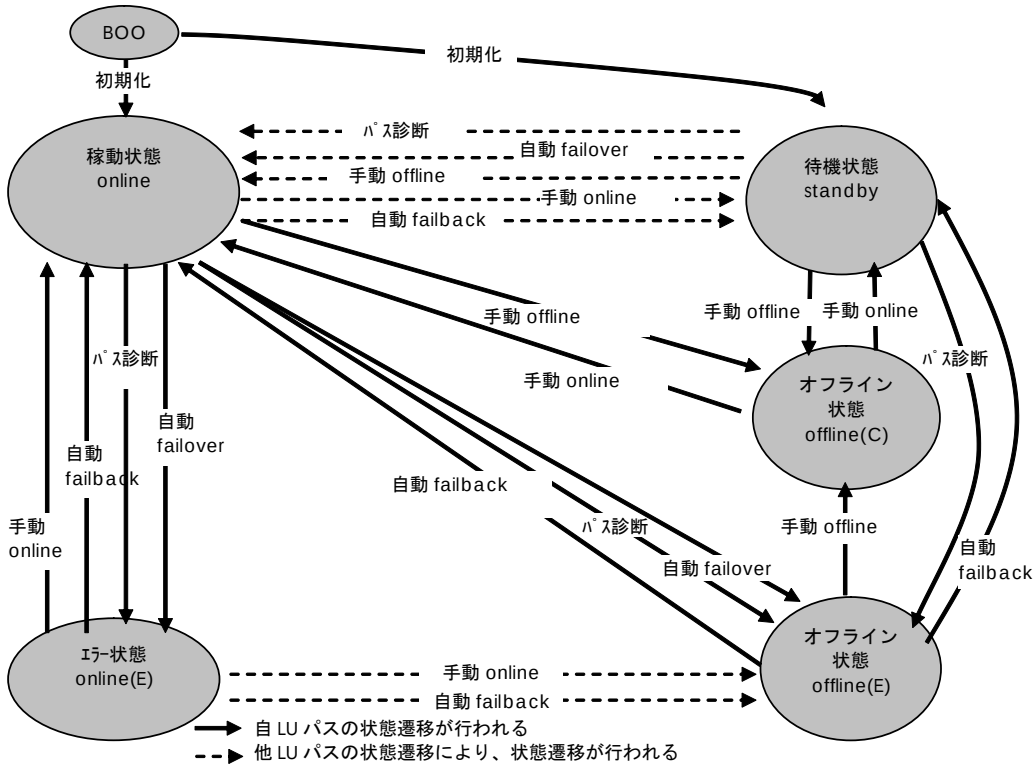

図 2-3 LU パスの状態遷移
LU パスの状態には、online、online(E)、standby、offline(C)、offline(E)の 5 つの状態があります。表に各状態の説明を、図 2-3 に状態遷移図を示します。
ユーティリティソフトから変更できるパスの状態の詳細は、「LUパスの状態」図 2-3 LUパスの状態遷移を参照してください。
- (1) HFC-PCM が認識する LU パスのうち、online 状態又は standby 状態の LU パスが診断対象となります。自動 Failback が有効な場合は、online(E) 状態 及び offline(E) 状態の LU パスも診断対象となります。
- (2) 診断する LU パスは自動的に選択されます。手動で選択することはできません。
- (3) パス診断の実行の有無、診断間隔は、ユーティリティソフトにより変更することができます。
- (4) パス診断中に障害を検出した場合は、パスの状態が offline(E)または online(E) に変更されます。
- (5) パス診断によるパス状態の遷移については、「LU パスの状態」図 2-3 LU パスの状態遷移 を参照してください。
- (6) ディスク以外のデバイス(Tape 等)は HFC-PCM の管理対象外です。パス診断は実行されません。
- (7) 表 2-7 パス診断機能と同等処理を行なうオペレーション に示すオペレーションを契機に、パス診断機能と同等の処理を実行します。